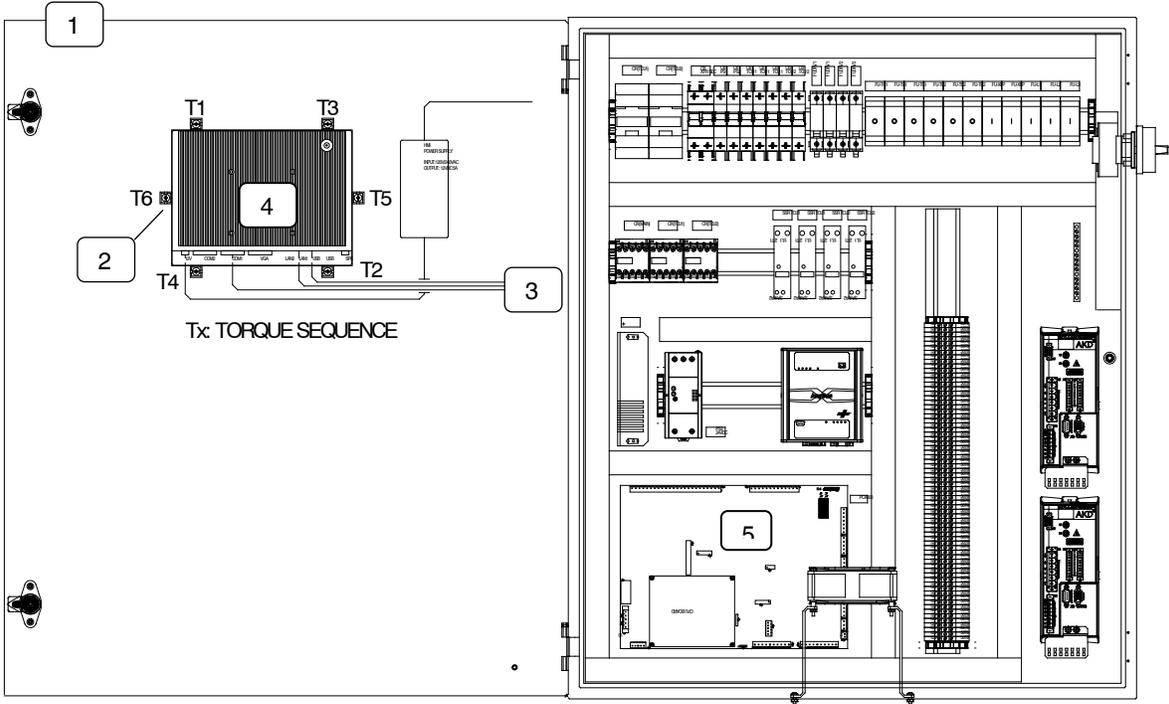

Abb. 2 Benutzerschnittstelle und PCA ersetzen
2. Siehe Abb. 2. Die Gehäusetür (1) öffnen.
3. Die Kabel (3) von der Benutzerschnittstelle (4) abnehmen.
4. Die Befestigungsclips (2) abnehmen, mit denen die Benutzerschnittstelle an der Gehäusetür angebracht ist. Die Benutzerschnittstelle von der Gehäusetür abnehmen.
6. Die neue Benutzerschnittstelle in der Gehäusetür (1) installieren.
7. Die Befestigungsclips (2) installieren. Nach der angegebenen Anzugsfolge die Befestigungsclips mit 10 in.-lb (1,1 N·m) anziehen. Um den Touchscreen nicht zu verbiegen, die Clips nicht zu fest anziehen.
9. Gehäusetür (1) schließen.
3. Anschlussstecker von der PCA (5) abziehen.